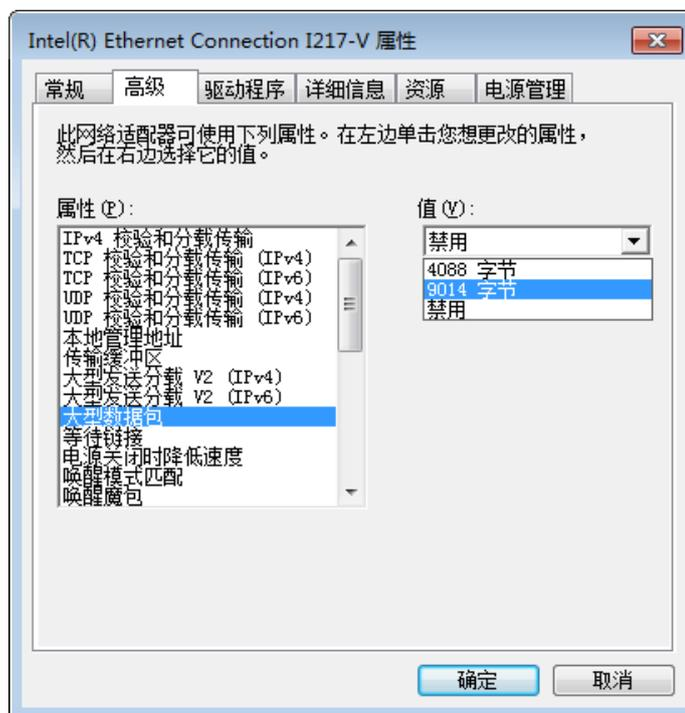

图2-2 网卡属性高级设置
- 依次点击控制面板>>硬件和声音>>设备管理器>>网络适配器，选中对应的网卡，打开属性中的高级菜单，本地网卡大型数据帧设置为最大值 9014 字节，传输缓冲区和接收缓冲区均设置为 2048，中断节流率设置为极值。上述最大值视具体网卡情况不同，设置为最大值即可，具体设置如图 2-2 所示。